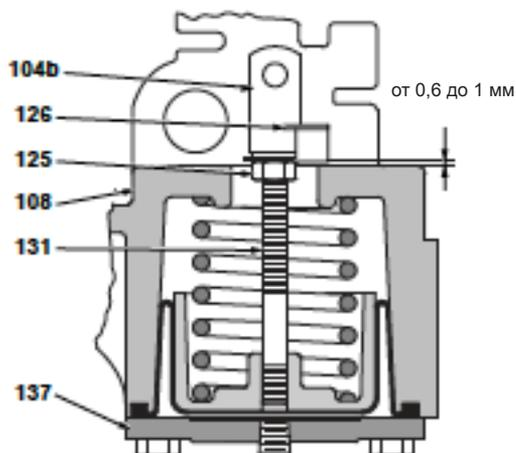

Рисунок 14 - Регулировка проушины штока поршня (104b)
4.1.2 Регулировка проушины штока поршня на клапане VariPak 28002 с регулируемым C_V (рис. 14 и 27)